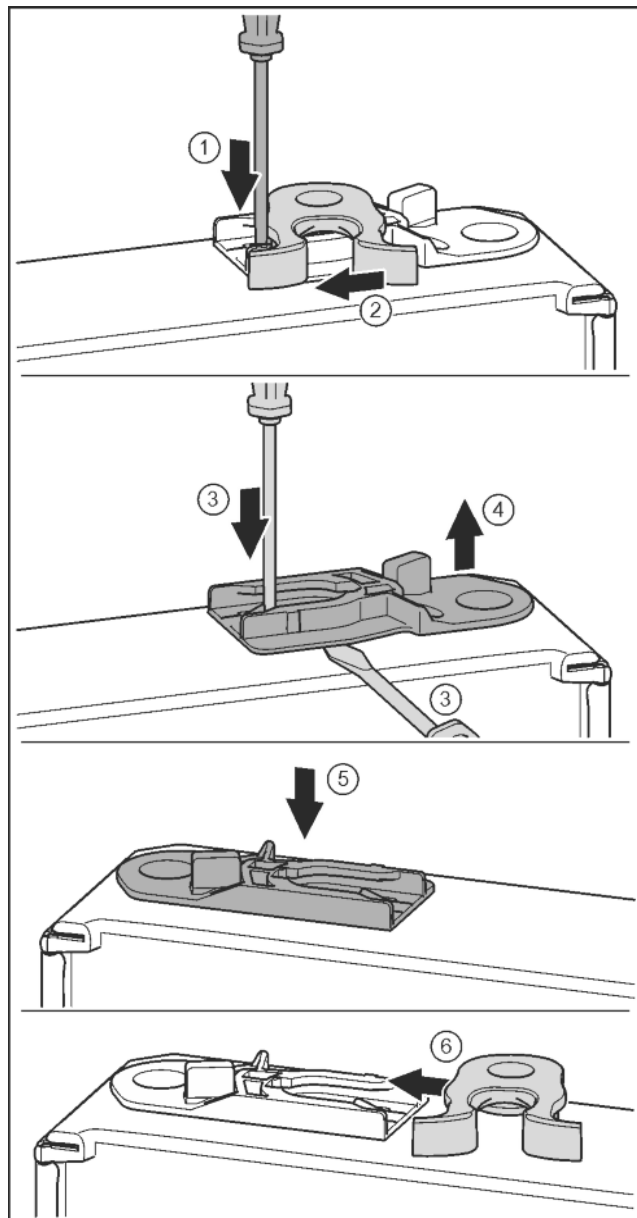

Fig. 19
- Plochým šroubovákem přitlačte lamelu dolů. Fig. 19 (1)
- Vytáhněte petlici z vedení. Fig. 19 (2)
- Vytáhněte vodící pouzdro: Stiskněte jazyček šroubovákem a současně plochým šroubovákem zajeďte pod vodící pouzdro. Fig. 19 (3, 4)
- Vodící pouzdro přiložené v příslušenství zasuňte na druhé straně pláště. Fig. 19 (5)
- Petlici zasuňte do vedení. Fig. 19 (6)